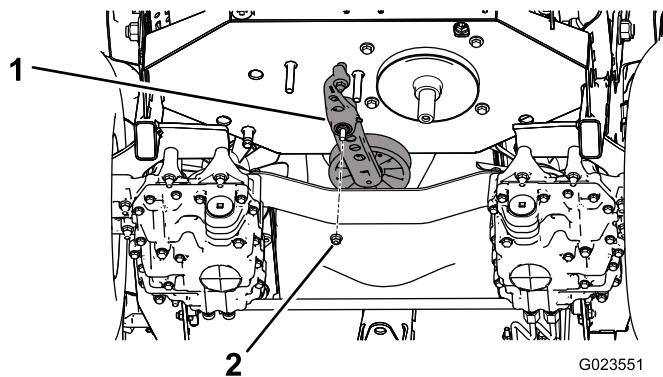

Figure 58
5. Retirez l'écrou qui fixe l'ensemble tendeur au cadre (Figure 58).